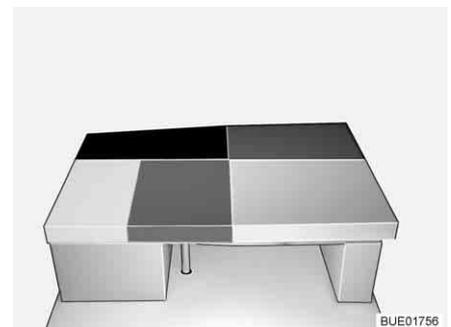

Fig. 133 Después de la transformación
- Colocar el cojín del respaldo del banco en la mesa (delante del cojín del asiento del banco, véase Fig. 133).
- Colocar el cojín del respaldo del banco lateral entre el cojín del asiento del banco lateral y la pared (véase Fig. 133).